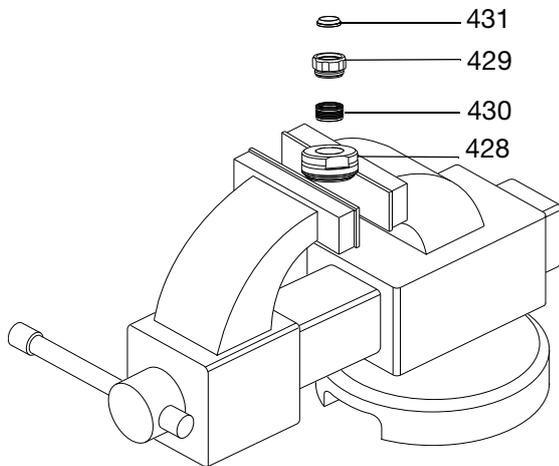

図 29
11. 吸気バルブ (430) にグリースを塗布し、バルブ (428) 内に取り付けます。図 29。
12. 勾配のついた側を上向きにし、吸気バルブパッキンナット (429) の凹部がかちと所定の場所にはまるまで、吸気バルブ シール (431) に圧力をかけます。シールの凸部は、平らか、パッキンナットの前面で少しくぼんでいるはずです。図 29。
13. バルブ本体 (428) の平たい面を万力ではさみます。パッキンナット (429) をバルブ本体にしっかりねじ込みます。吸気ハウジングアセンブリを脇に置きます。